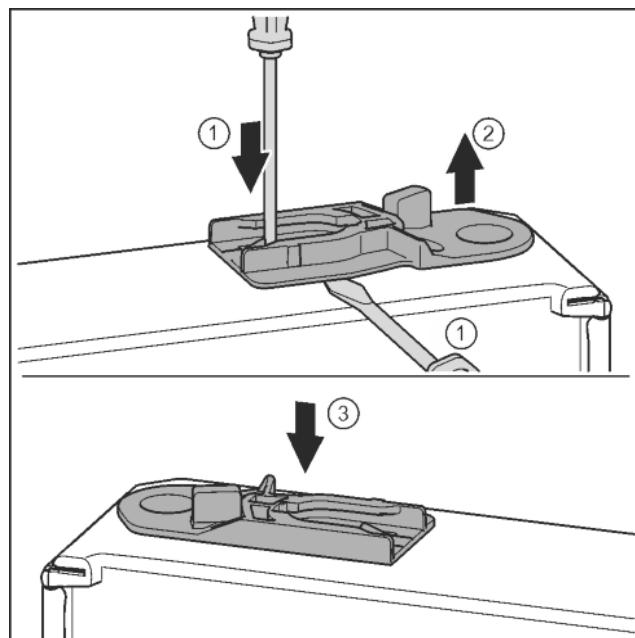

Fig. 30
- Витягніть направляюче гніздо: Натисніть шліщевою викруткою накладку і одночасно підвідіть її під направляюче гніздо. Fig. 30 (1, 2)
- Направляюче гніздо, що входить до складу поставки, вставити з іншого боку корпуса. Fig. 30 (3)